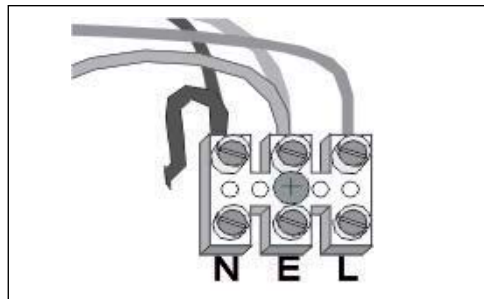

Fig. 9 Cable de terminación
- ▶ Conecte los cables al bloque terminal y a la clavija de tierra (Fig. 9):